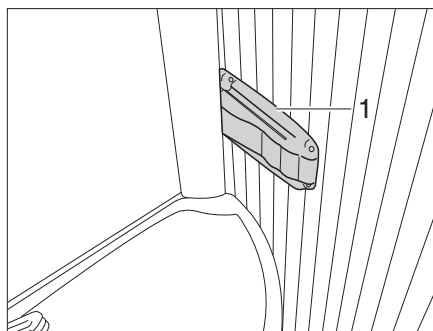

Fig. 344 Toilette Vario, bloccaggio della parete della doccia
- Premere l'arresto (Fig. 344,1) a destra sul bordo del lavabo e tirare il lavabo leggermente. Il lavabo e la parete posteriore si muovono insieme in avanti.